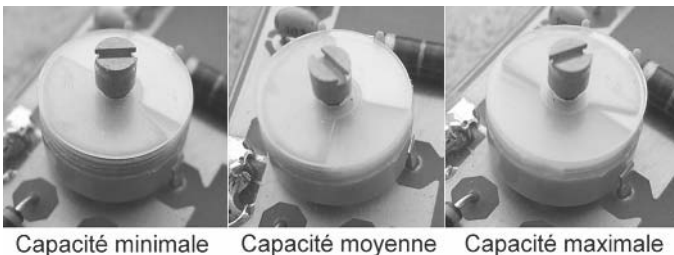

Figure 8.2
**Tentatoo** – Regardez de près les condensateurs ajustables : ils possèdent un ensemble de lamelles métalliques fixes, et un autre ensemble de lamelles métalliques amovibles, qui suivent le mouvement donné à la petite vis de l'axe central. En imbriquant plus ou moins les lamelles amovibles avec les lamelles fixes, la valeur du condensateur est plus ou moins importante. La **figure 8.2** montre trois positions possibles, où les lamelles ne sont quasi-